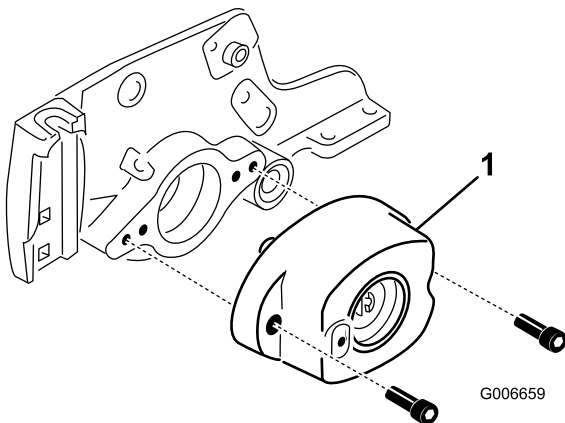

図 18
10. ベアリングハウジングをカッティングユニットのサイドプレートに固定しているネジ2本を取り外す [図 18]。
11. サイドプレートからベアリングハウジングを取り出す [図 18]。